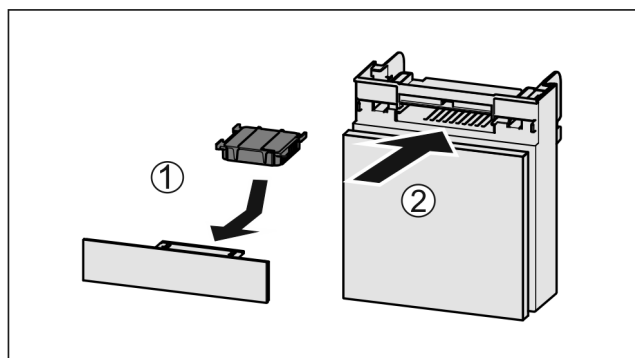

Fig. 156
- ▶ Aktivni ogljeni filter vstavite Fig. 156 (1) skladno s prikazom na sliki.
- ▶ Predal potisnite noter Fig. 156 (2).